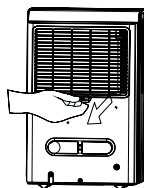

Рис. 7.
- Возьмитесь за нижнюю часть фильтра и потяните его вниз (см. Рис. 7).